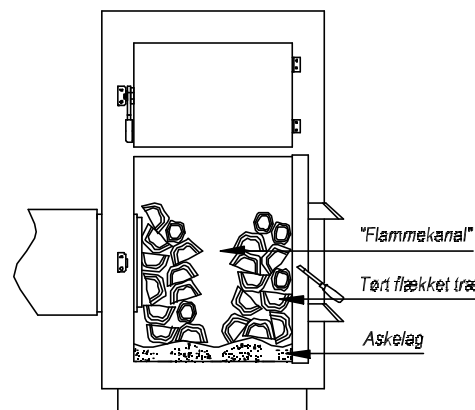

Fig. 7- Håndfyring i kedel
2. Fyll pannan ca. till hälften med torr och kluven ved (max 15-20 % vattenhalt) försök att hålla en öppning fri (kanal) på ca.10cm. Bredare i mitten av bränslet som visas på fig. 7.